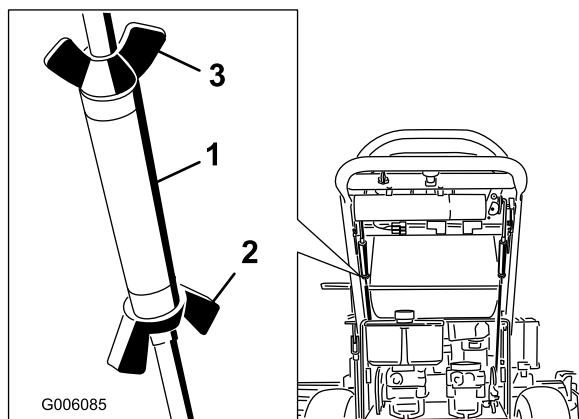

Figure 53
2. Desserrez les écrous à oreilles sur la tige de commande droite et tournez le tendeur dans un sens ou dans l'autre pour que le levier de commande droit soit centré en position de verrouillage au point mort. Fixez le tendeur en position avec les écrous à oreilles (Figure 53).
3. Desserrez les écrous à oreilles sur la tige de commande gauche et tournez le tendeur dans un sens ou dans l'autre pour changer la correction directionnelle. Fixez le tendeur en position avec les écrous à oreilles (Figure 53).